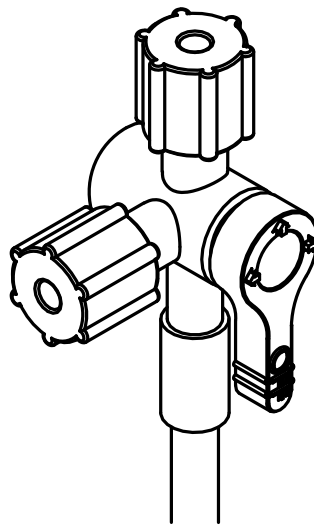

Рисунок 3. 3-ходовий клапан у закритому положенні
6. Закрийте 3-ходовий клапан. Див. рис. 3.